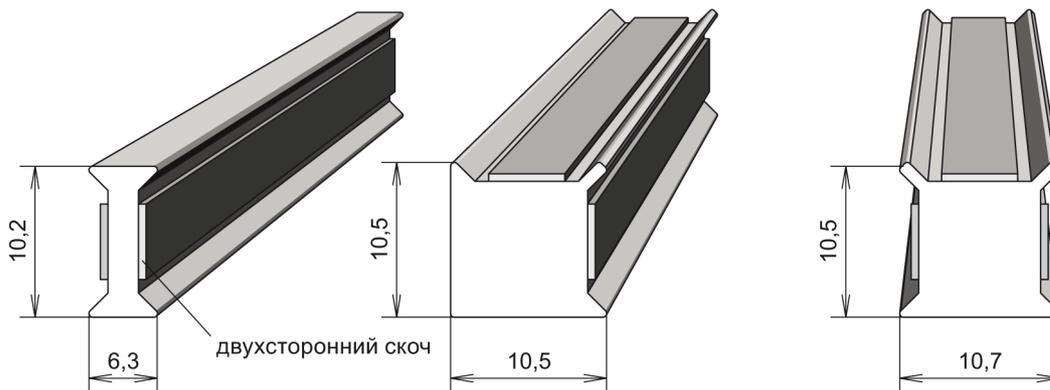

Рис.12
2. Возможно, также, использование в перегородке прозрачных поликарбонатных профилей. Профили-вставки предназначены для установки в зазоре между смежными стеклянными панелями в перегородке из закаленного стекла толщиной 10мм. с целью повышения звукоизоляционных и декоративных свойств перегородки. Профили снабжены полосками двухстороннего скотча для приклеивания к торцам стеклянных полотен. На стеклянных полотнах в местах примыкания профиля должны быть выполнены полированные, двухсторонние фаски 2,0мм.х 45гр. На рис.12 показаны профили для соединения полотен: в линию, под углом 90гр. и Т-образное соединение.